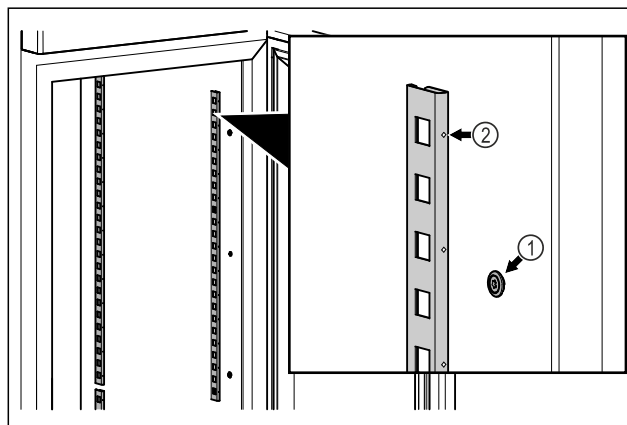

Fig. 56 Príklad zobrazenia
- ▶ Koľajničky zaveste do závesu Fig. 56 (1). Označenie Fig. 56 (2) musí ukazovať dopredu.